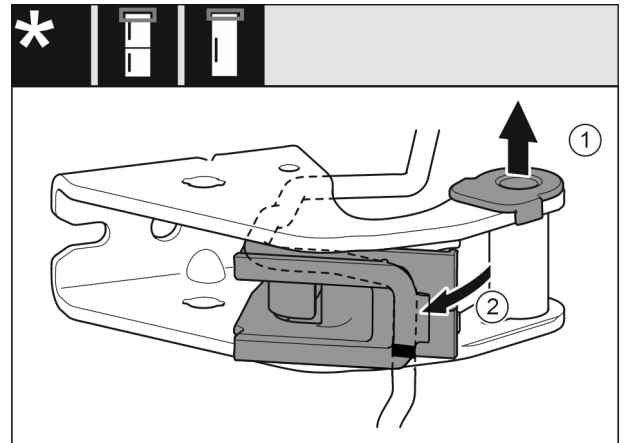

Fig. 17
- ▶ Izvucite čahuru ležaja iz vodilice. Fig. 17 (1)
- ▶ Zakrenite držač kabela prema van. Fig. 17 (2)